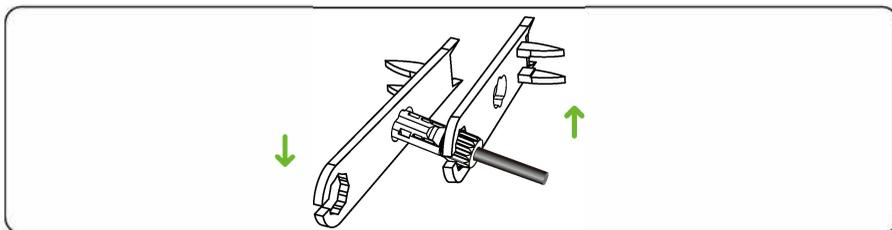

Figura 5.15 Apertando conectores
Passo 4 Aperte a ruela de fixação nos conectores positivos e negativos usando uma chave de remoção, conforme mostrado na Figura 5.15.